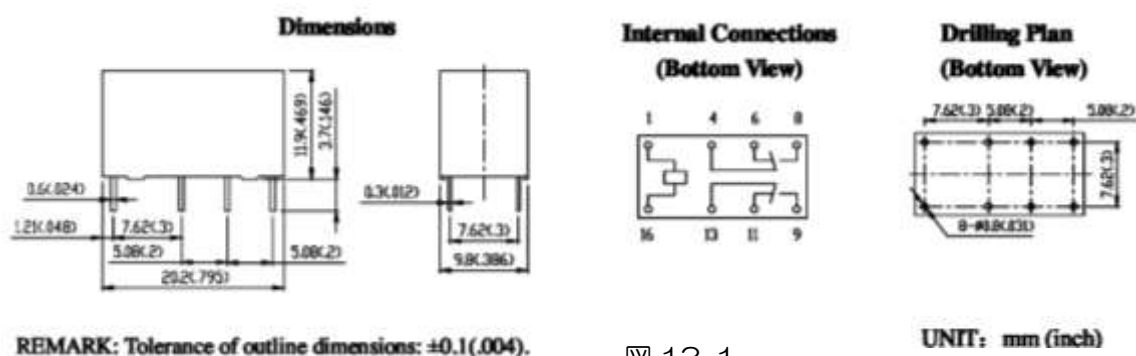

図 13-1
(1) 作成する部品
- ① HSIN-DA 社の基板用リレー 941H-2C を例にします。
- ② 941 シリーズのデータシートのシンボル、外形サイズ、フットプリントを参照します。 図 13-1